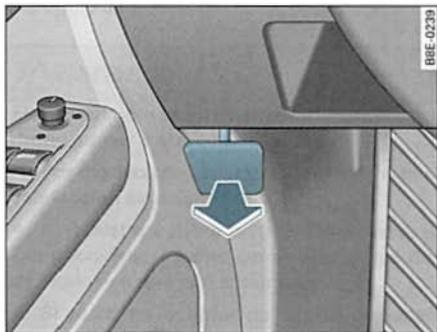

Fig. 210 Detalle del espacio reposapiés del conductor: Palanca de desbloqueo
- Tire de la palanca que hay debajo del tablero de instrumentos ⇒ fig. 210 en la dirección de la flecha.